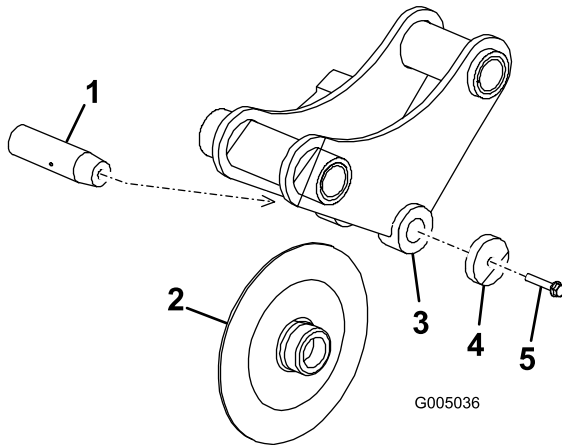

Рисунок 16
3. Отверните винт штифта ножа приблизительно на 1,3 см, затем нанесите по нему несколько ударов молотком, чтобы освободить штифт (Рисунок 16).
4. Полностью снимите винт штифта ножа, шайбу, нож и штифт ножа (Рисунок 16).
5. Вставьте новый нож в кронштейн ножа (Рисунок 16).
6. Проденьте штифт ножа через кронштейн и нож и закрепите его винтом штифта ножа с шайбой (Рисунок 16).